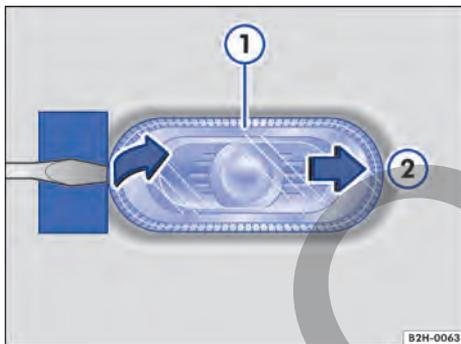

Fig. 157 En el lateral del vehículo: desmontar el intermitente lateral.
2. Introduzca la hoja plana del destornillador de las herramientas de a bordo en el lado del intermitente lateral que mire en el sentido de la marcha → . Desplace el intermitente lateral hacia atrás en contra de la fuerza del muelle → fig. 157 .